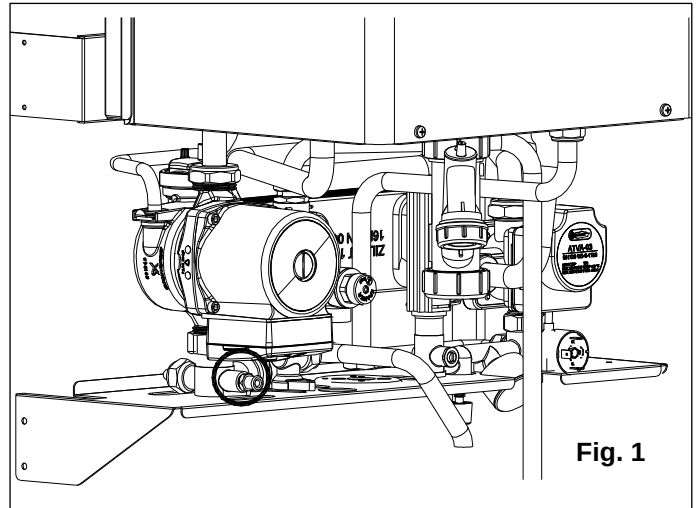

Fig. 1
- **nel caso debba essere svuotata solamente la caldaia, chiudere i rubinetti di sezionamento andata/ritorno del circuito riscaldamento e aprire solo il rubinetto di scarico posto nella parte inferiore della caldaia ed inserito nel collettore pompa (fig. 1);**